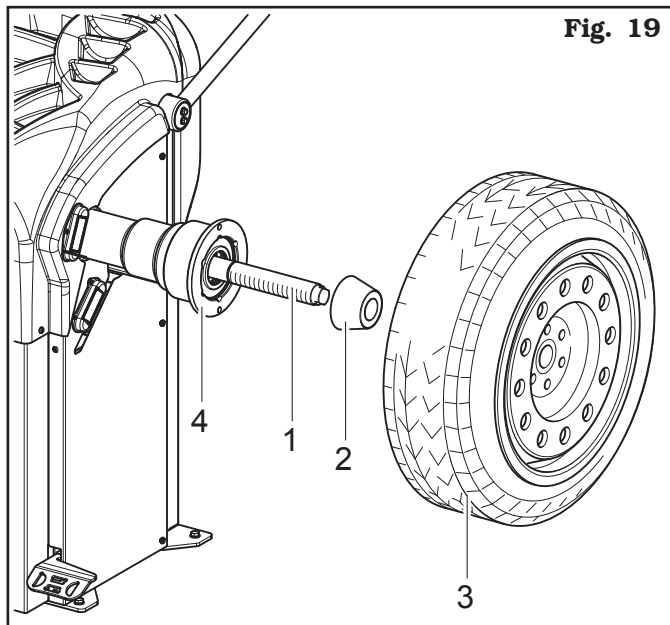

Fig. 19
1. Quitar de la rueda (**Fig. 19 ref. 3**) toda clase de cuerpos extraños: pesos ya existentes, piedrecillas y barro. Antes de montar y fijar la rueda en el mandril, controlar que este último (**Fig. 19 ref. 1**) y la zona de centrado de la llanta estén limpios.
2. Seleccionar atentamente el cono (**Fig. 19 ref. 2**) adecuado para la rueda a equilibrar. Estos accesorios deberán ser seleccionados de acuerdo a la forma de la llanta. Colocar la rueda (**Fig. 19 ref. 3**), montando atentamente el cono (**Fig. 19 ref. 2**) en el mandril (**Fig. 19 ref. 1**) (en caso contrario podría bloquearse), hasta llegar contra la brida de apoyo (**Fig. 19 ref. 4**).